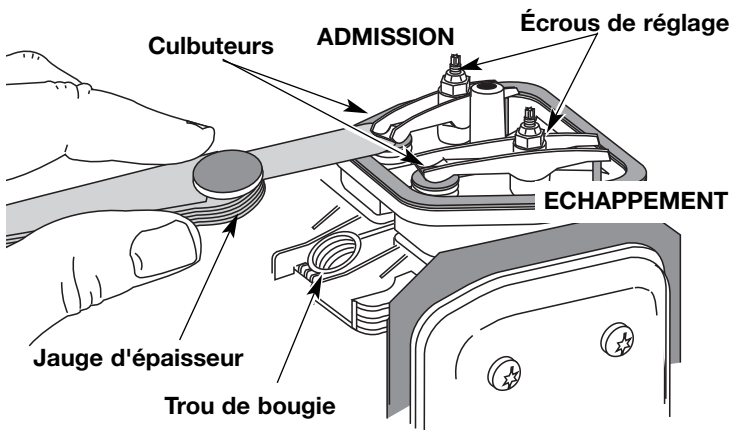

Fig. 32
- Le piston est au sommet de sa course lorsqu'on regarde par le trou de la bougie (Fig. 32).
7. Glissez la jauge d'épaisseur entre le culbuteur et le ressort de rappel de la soupape. Mesurez le jeu entre la tige de soupape et le culbuteur (Fig. 32). Faites-le pour les soupapes d'admission et d'échappement.
L'écart de jeu recommandé pour l'admission et l'échappement est de 0,076 – 0,152 mm (0,003 – 0,006 po). Servez-vous d'une jauge d'épaisseur d'automobile standard de 0,127 et 0,381 mm (0,005 et 0,015 po). La jauge d'épaisseur devrait pouvoir glisser entre le culbuteur et la tige de soupape en rencontrant une faible résistance mais sans coller (Fig. 32 & 33).